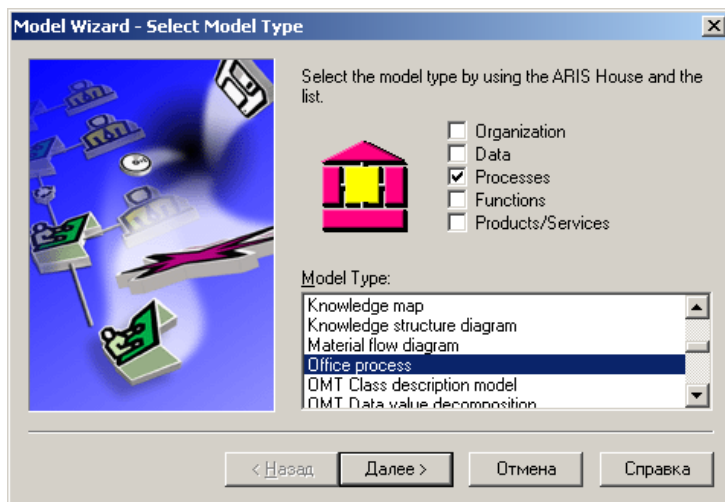

Рис. 4. Окно выбора типа создаваемой модели
- В первом окне модели *Мастера создания* выберите тип модели (рис. 4). В данном случае поставьте птичку перед *Processes* и выберите *Office Process* в списке *Model Type*.